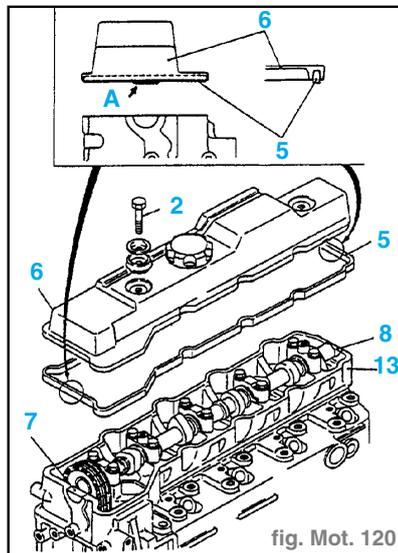

fig. Mot. 120
- Introduire le joint de cache-culbuteurs **5** dans la gorge du cache-culbuteurs **6** dans le sens indiqué sur l'illustration. (fig. Mot. 120)